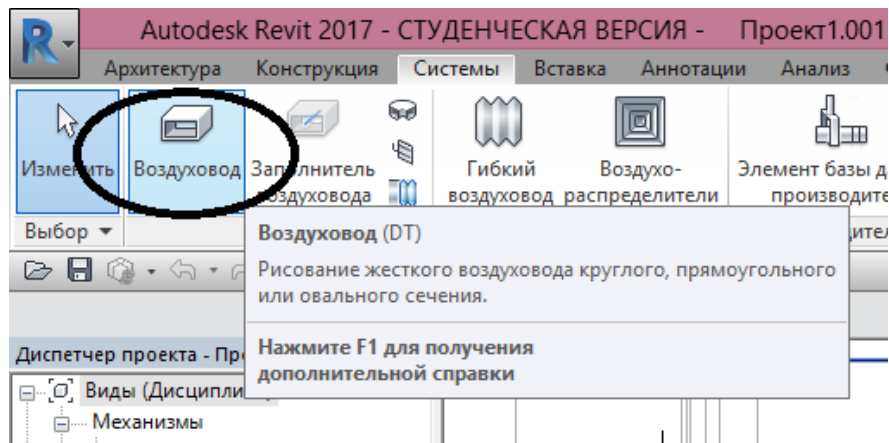

Рисунок 5.2. Создание воздуховода
1. Во вкладке «Системы» нажать «Воздуховод» (рисунок 5.2)